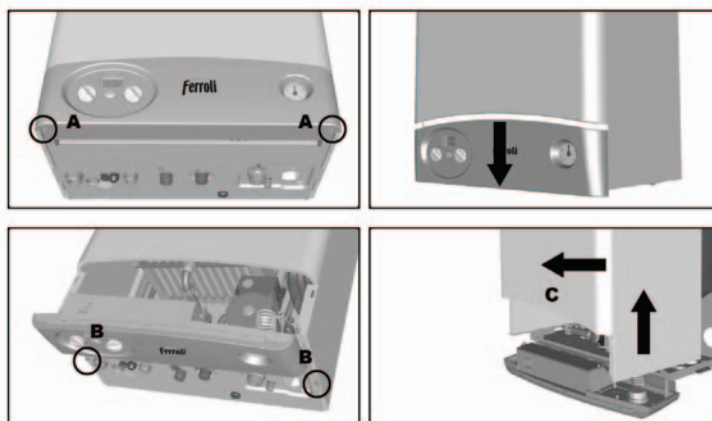

рис. 17 - Снятие кожуха
1. Отвинтите оба винта "А" (см. fig. 17).
2. Опустите панель управления (см. fig. 17).
4. Полностью отвинтите оба винта В (см. fig. 17).